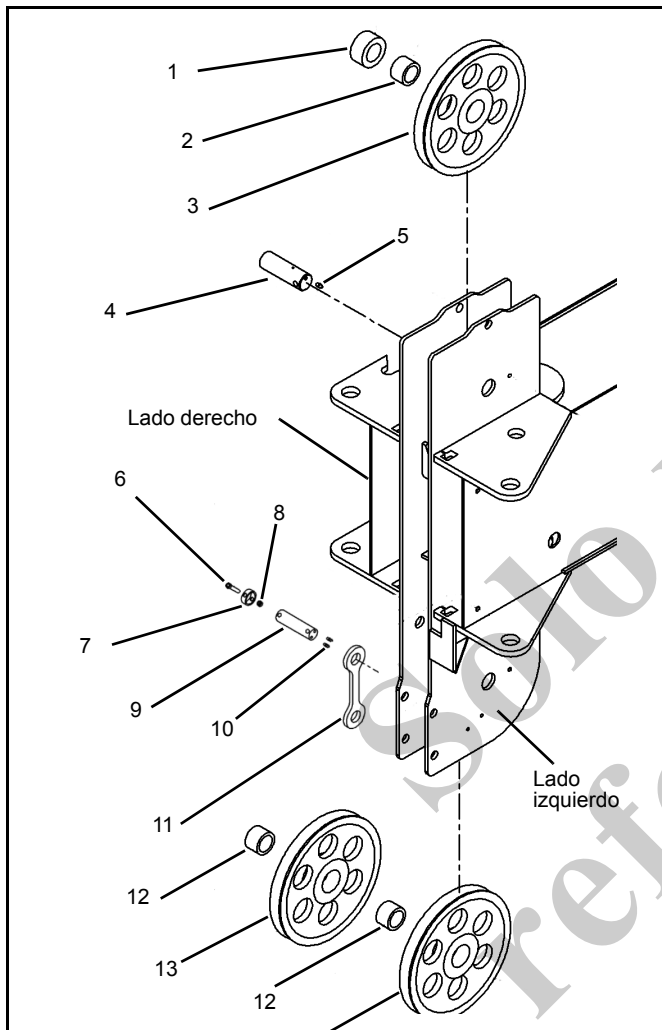

FIGURA 4-6
1. Instale las poleas en la caja de poleas de la 4ª sección. La polea superior se instala hacia el lado izquierdo de la pluma, con el espaciador hacia el lado derecho (Figura 4-6).